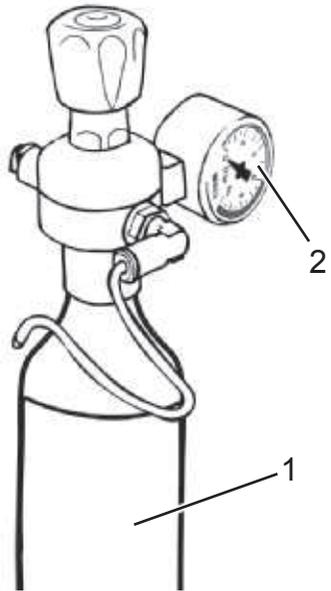

Abb. 13
Der CO₂-Zylinder (Abb. 13/1) enthält CO₂, das dem Wasser innerhalb des Kühl- und Sprudelaggregats zugesetzt werden kann. Auf diese Weise erhalten Sie bei entsprechender Hebelposition kohlensäurehaltiges Wasser. Das am CO₂-Zylinder angebrachte Manometer (Abb. 13/2) zeigt den aktuell eingestellten CO₂-Eingangsdruck.
1. Lesen Sie den Druck am Manometer des CO₂-Druckminderers ab (Abb. 13/2).